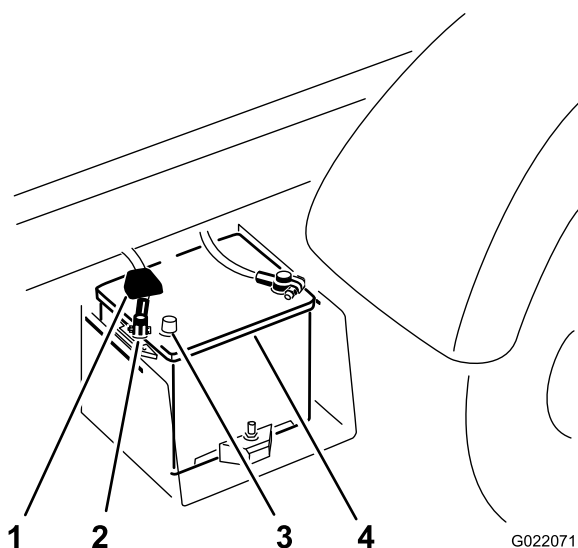

**Figure 3**
- A. Appuyez sur le couvercle de la batterie pour dégager les pattes de la base de la batterie (Figure 3).
- B. Enlevez le couvercle de la base de la batterie (Figure 3).
2. Serrez le couvercle de la batterie, alignez les pattes sur la base de la batterie, et relâchez le couvercle de la batterie (Figure 3) ; voir Préparatifs d'installation du kit.